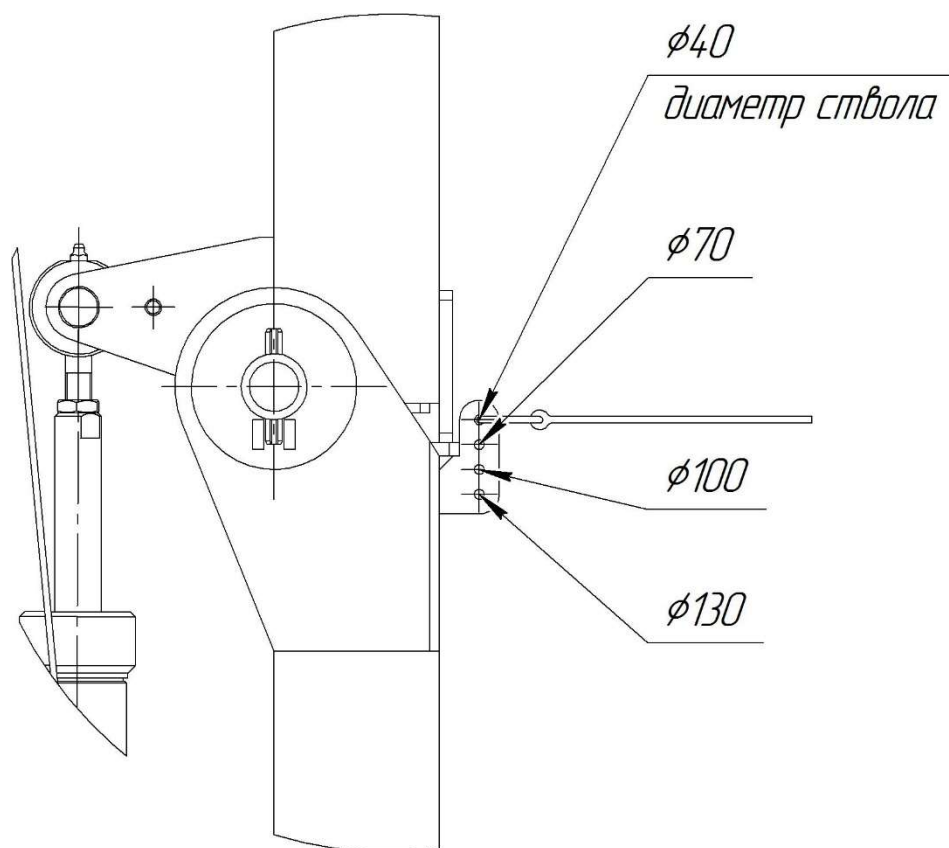

Рисунок 3 - Положения центроуказателя в зависимости от диаметра ствола дерева
- центроуказатель 18 устанавливается на первое отверстие гребёнки (рисунок 3);